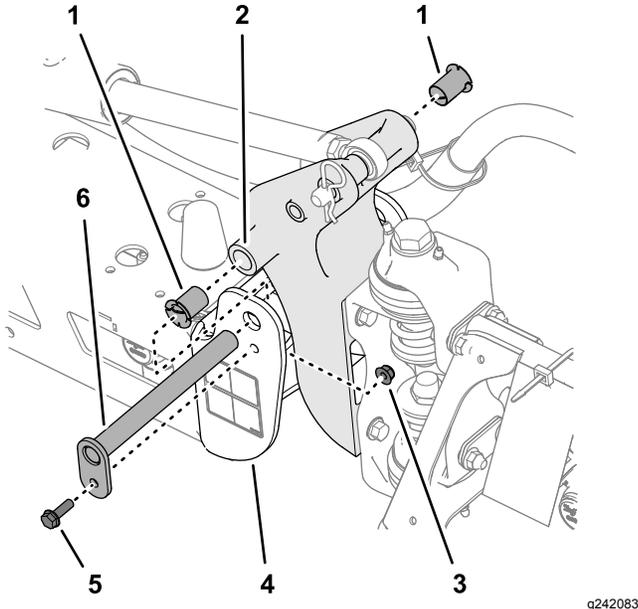

Figura 105
3. Retire o parafuso e porca que prende o pino de articulação e retire o pino (Figura 105).
5. Retire e inspecione os casquilhos de nylon dos lados dianteiro e traseiro do suporte da articulação (Figura 105).
6. Lubrifique os casquilhos de nylon com uma leve camada de óleo e instale-os no suporte da articulação (Figura 105).
7. Alinhe dos furos no suporte da articulação com os furos do canal final (Figura 105).